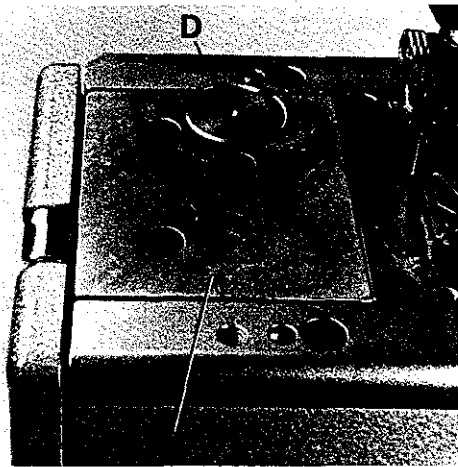
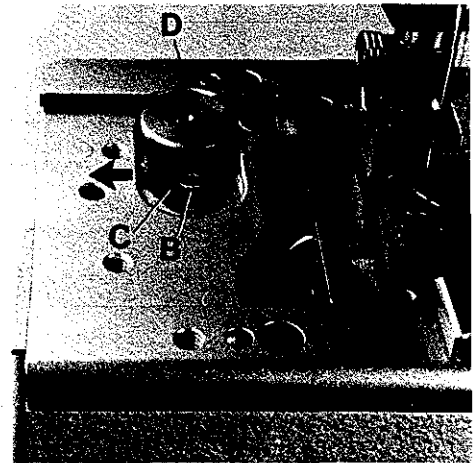
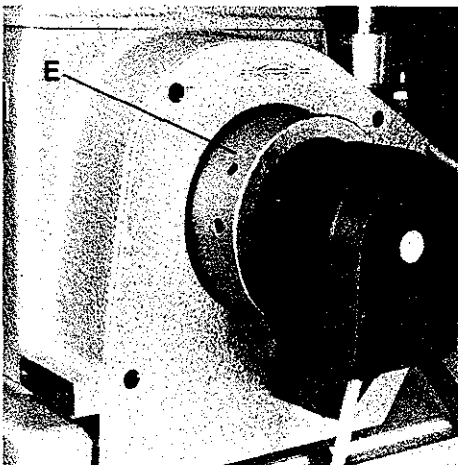

Fig.8
Fig.9
Fig.10
Before the machine leaves the factory, the stitch length change mechanism is locked. After removing cover (A, Fig. 8) and loosening screw (B, Fig. 9) lever (C) can be swung in the direction of the arrow to the left to unlock the stitch length change mechanism. The required hexagon socket wrench is a component of the machine accessories.
The stitch length is changed by slightly pressing stop bolt (D, Figs. 8 and 9) and simultaneously rotating pulley (E, Fig. 10). Within one revolution of the pulley stop bolt (D, Fig. 8) engages and the stitch length change starts. Rotating pulley clockwise shortens the stitch, rotating it counterclockwise increases the stitch.
Vor dem Versand der Maschine wird die Stichlängenverstellung blockiert. Entfernt man den Deckel (A, Fig. 8) und löst die Schraube (B, Fig. 9), kann der Hebel (C) in Pfeilrichtung nach links geschwenkt werden und die Arretierung der Stichlängenverstellung ist aufgehoben. Der benötigte Sechskant-schraubendreher ist im Zubehör der Maschine enthalten.
Die Stichlänge wird durch leichtes Drücken auf den Rastbolzen (D, Fig. 8 und 9) und gleichzeitiges Drehen der Handrad-Riemenscheibe (E, Fig. 10) eingestellt. Nach spätestens einer Umdrehung der Handrad-Riemenscheibe rastet der Rastbolzen (D, Fig. 8) ein und die Stichverstellung beginnt. Drehen der Handrad-Riemenscheibe im Uhrzeigersinn verkleinert den Stich, drehen im Gegenuhrzeigersinn vergrößert ihn. Nach dem Einstellen der gewünschten Stichlänge kann, wenn notwendig, die Stichlängenverstellung wieder blockiert werden. Montieren Sie den Deckel wieder.